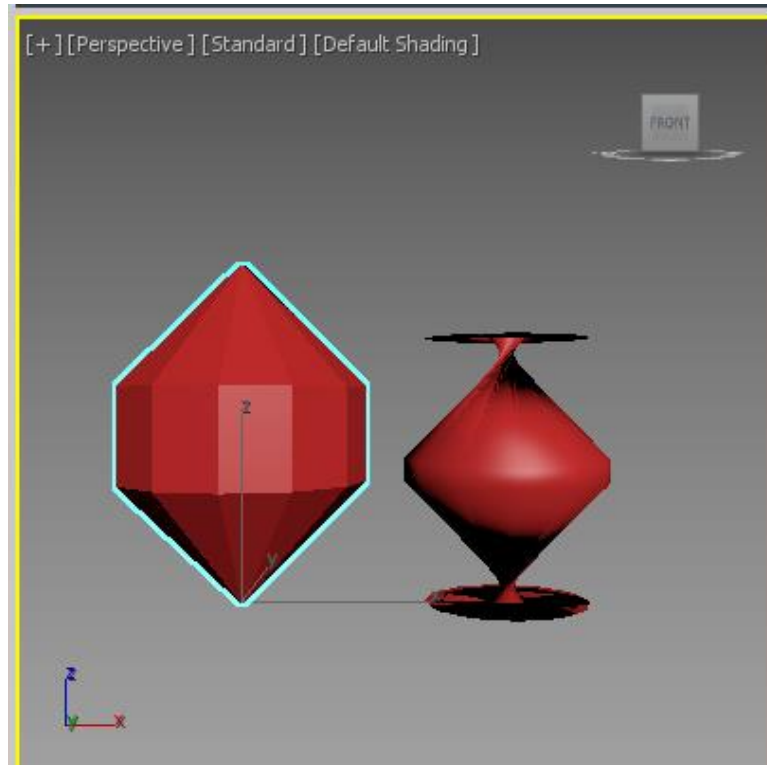

Рисунок 2.29 - *Spindle* (Веретено)
7) *Spindle* (Веретено) (Рисунок 2.29).